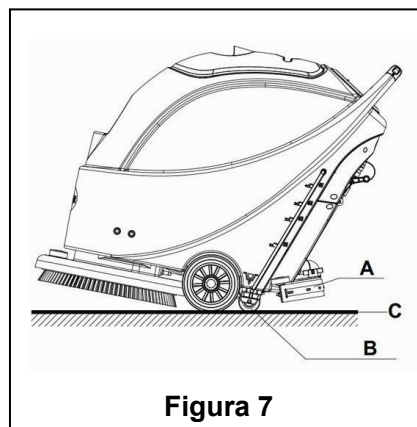

Figura 7
8. Eliberați butonul de siguranță (1) și rotiți peria /suportul de material și supapa cu solenoid.
9. Apăsați butonul pompei de aspirare (39) la poziția "O" iar pompa de vid își va opri funcționarea după 5 secunde de întârziere.
10. Apăsați butonul de control al debitului apei (40) la poziția "O" pentru a opri complet funcționarea supapei cu solenoid.
11. Apăsați butonul de alimentare cu energie (38) la poziția "O" și deconectați cablul de curent (9) de la sursa de alimentare.
12. Utilizați mânerul bară (14) pentru a ridica mopul.
13. Prindeți bine mânerul-bară (2) și dați ușor mașina către spate până ce roata de ghidaj (B) atinge podeaua. Vedeți Figura 7.